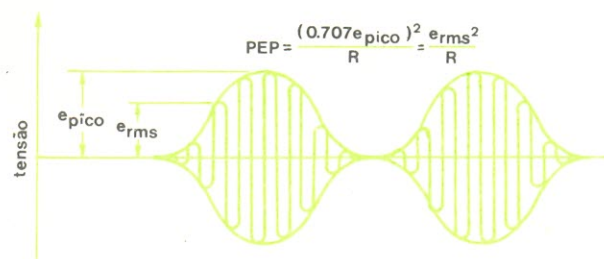

FIGURA 8
Aquele sinal de teste com duas frequências pode também ser utilizado para determinar a potência de um sinal SSB. Na figura 8, pode-se observar a forma de onda de um sinal SSB com duas frequências; o sinal está especificado sob a forma **pep** (peak-envelope power — potência do pico da envoltória) e é formado por dois componentes de igual amplitude. O valor **pep** pode ser calculado, elevando-se ao quadrado o valor RMS da tensão de pico da envoltória (E_p), e dividindo o resultado pelo valor da resistência de carga (R). Matematicamente: E_p^2/R .